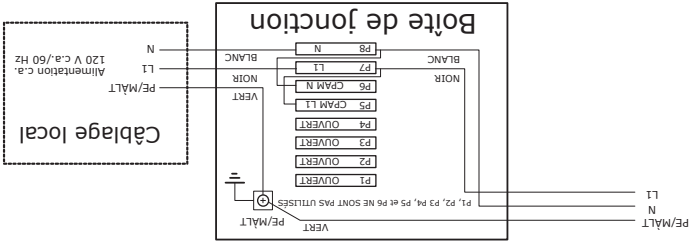

Figure 1. Boîte de jonction
Le fil de phase (« chaud ») noir de 120 V c.a. provenant de l'alimentation électrique se raccorde au fil de connexion noir ou à la borne « L1 » dans la boîte de jonction et le fil de neutre blanc de 120 V c.a. se raccorde au fil de connexion blanc ou à la borne « Neutre » dans la boîte de jonction pour assurer une polarité correcte. Voir *Figure 1* (page 6).
4. Raccorder le fil de terre provenant de l'alimentation électrique à la cosse de mise à la terre à l'intérieur de la boîte de jonction. Voir *Figure 1* et *Schémas de câblage* (page 48).